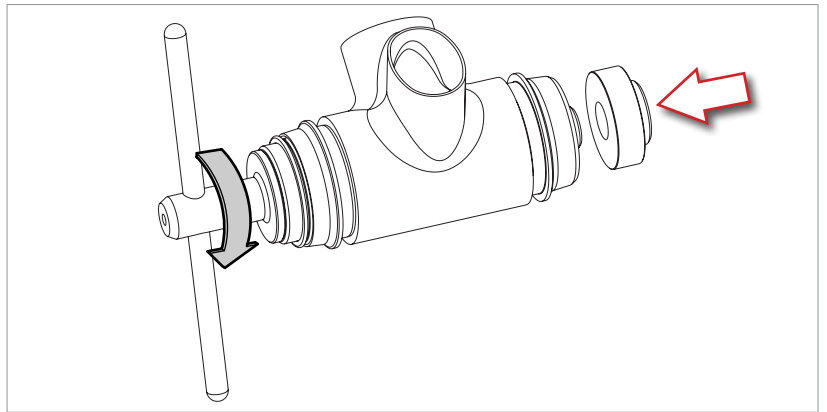

Fig.5
- Visser l'outil UT-BB240 dans le guidage de la cuvette gauche jusqu'à s'appuyer contre celle-ci (Fig. 5).